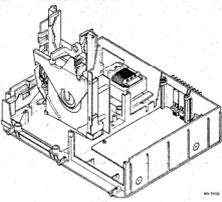

Fig. 3
- SERVICEARBEITEN AM "SERVO + PRE-AMPL." PRINT** (siehe Bild 3)
- Die Zusammenstellung mit Lademechanismus / CDM / "Servo + pre-amp." Print lässt sich nun aus dem Rahmen herausnehmen und ist in den dafür vorgesehenen Servicestützen in dem Rahmen (siehe Bild 3) senkrecht anzuordnen.